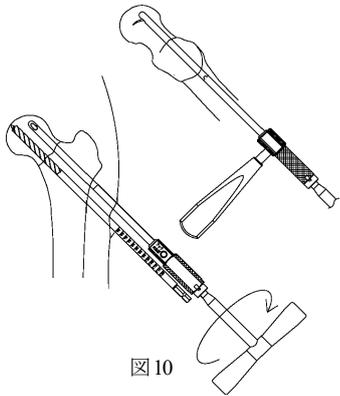

図10
- インプラントを適位置まで挿入し、アウターガイド後端のハンドルをしっかり把持しながらブッシャーのハンドルを手元のストッパーで止まるまで右に回し、フックを突出させます。フック突出量は「10mm」です。フックの突出状態は、必ずイメージインテンシファイヤー (X 線透視) で確認して下さい。(図10)